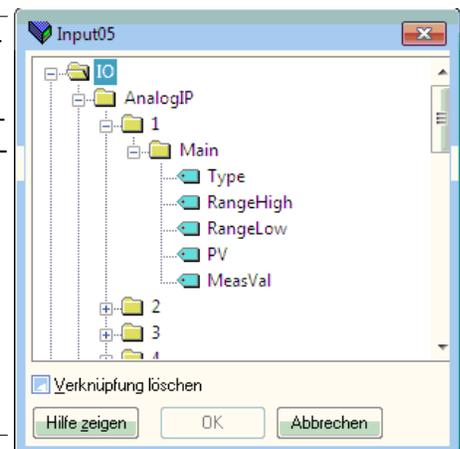

Abbildung 7.5b Browser Fenster
1. Doppelklicken Sie auf die nächste freie Position in den Eingangs- oder Ausgangsdaten und wählen Sie dann die gewünschte Variable. Ein Pop-up Fenster (Abbildung 7.5b) liefert Ihnen einen Browser, in dem Sie die Parameterlisten öffnen können.